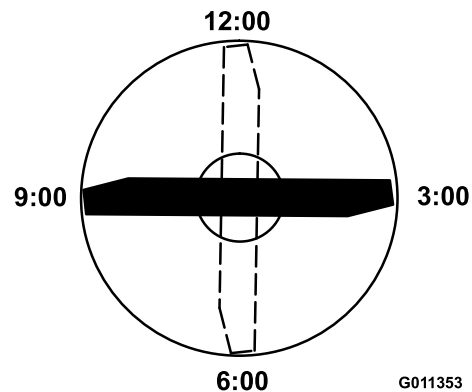

Figura 69
4. Posicione a extremidade de corte da extremidade marcada da lâmina nas 12 horas (a direito na direção do corte) (Figura 69) e meça a altura da mesa à extremidade de corte da lâmina.
5. Rode a extremidade marcada da lâmina para as posições das 3 horas e das 9 horas (Figura 69) e meça as alturas.